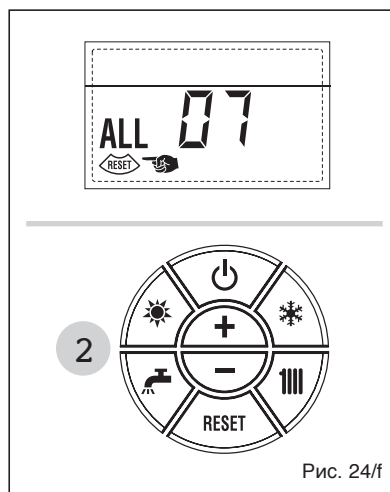

Рис. 24/ф
предохранительным / ограничительным термостатом приводит к остановке котла, контроль пламени находится в ожидании её замыкания в течении одной минуты, принудительно удерживая насос установки во включённом состоянии на протяжении данного периода. Если до истечения минуты термостат закроется, то котёл вернётся к состоянию обычного функционирования, в противном случае, он остановится и на дисплее будет показана неполадка ТРЕВ 07. Нажмите на кнопку (рис. 24/ф) механизмов управления (2), чтобы заново запустить котёл.